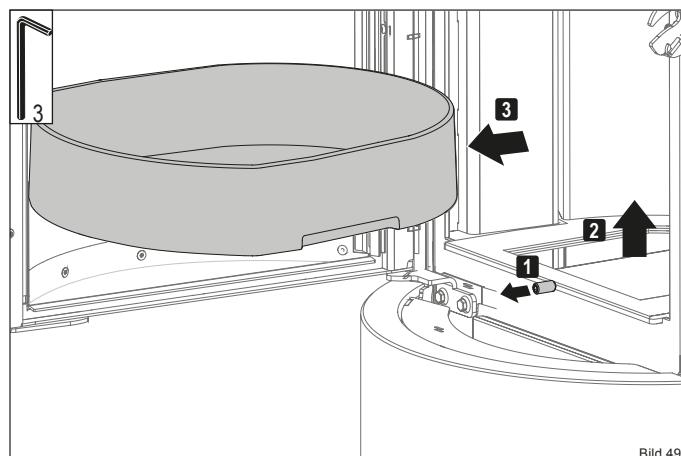

Bild 49
- Lösen Sie den Gewindestift (Bild 49)
- Heben Sie den Feuerrost aus der Öffnung (Bild 49).
- Entnehmen sie den Feuerrost aus dem Feuerraum (Bild 49).